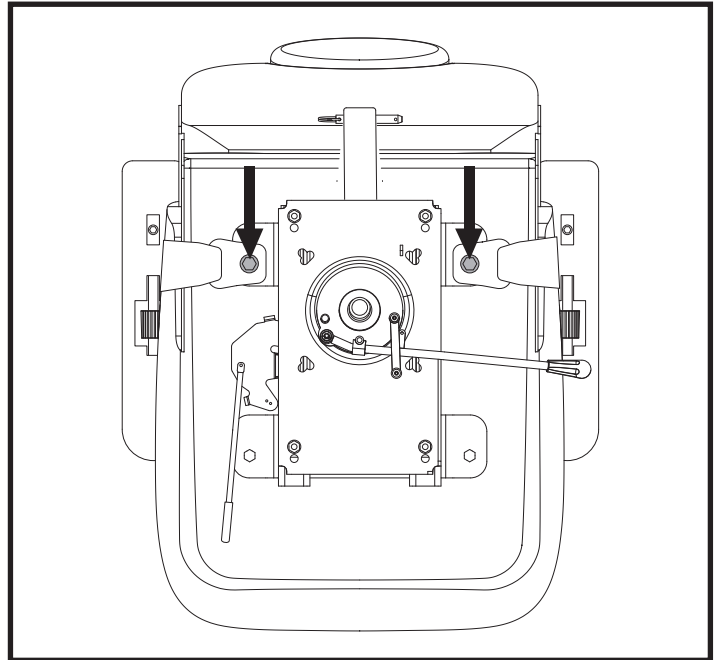

Abb. 21 Befestigungsschrauben des Rückhaltgurts
2. Sitz umdrehen, um die Unterseite einzusehen. **Siehe Abb. 21.**